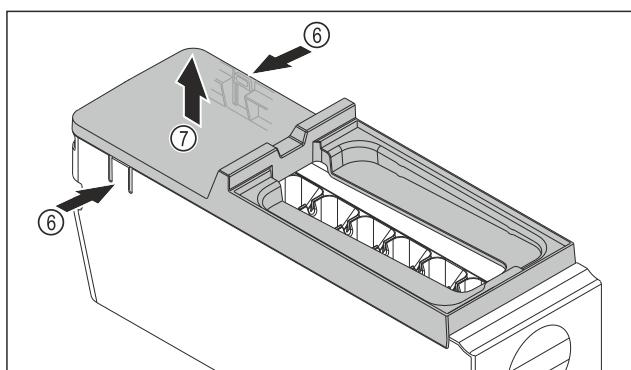

Fig. 107
- Зняти кришку з корпусу EasyTwist-Ice: натиснути однією рукою на накладки Fig. 107 (6) з обох боків корпусу EasyTwist-Ice.
- Зняти кришку Fig. 107 (7), потягнувши її вгору іншою рукою.